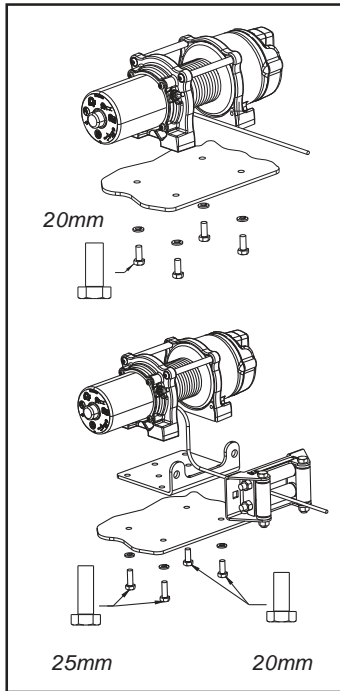

Figura 4: Orientación del cabrestante a la placa de montaje.
**Nota:** Si se va usar placas de montaje de cabrestante separadas y para la guía, use tornillos de cabeza hexagonal M8-1,25 X 25 mm de calibre 8 para el lateral del motor de la base, como muestra la Figura 4.